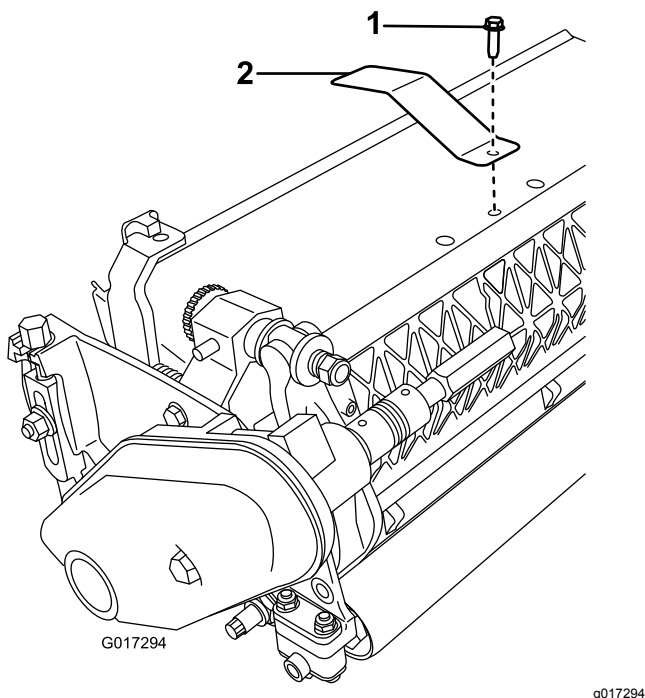

Figura 3
2. Retire o parafuso central do resguardo de relva (Figura 3).
3. Instale a placa alvo na parte superior da unidade de corte com o parafuso que retirou previamente (Figura 3).